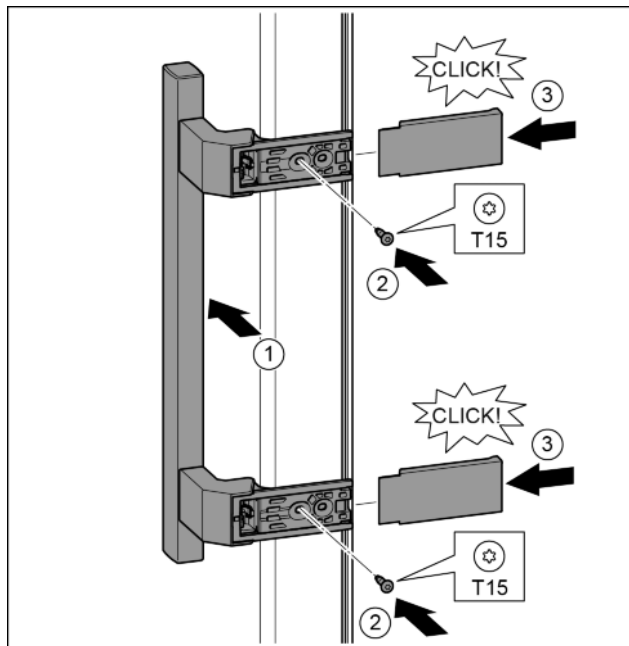

Fig. 30
- ▶ Nasadte madlo na protilehlé straně. Fig. 30 (1)
- ▶ Šroubovákem T15 pevně utáhněte šrouby. Fig. 30 (2)
- ▶ Kryty bočně nasadte a nasuňte. Fig. 30 (3)